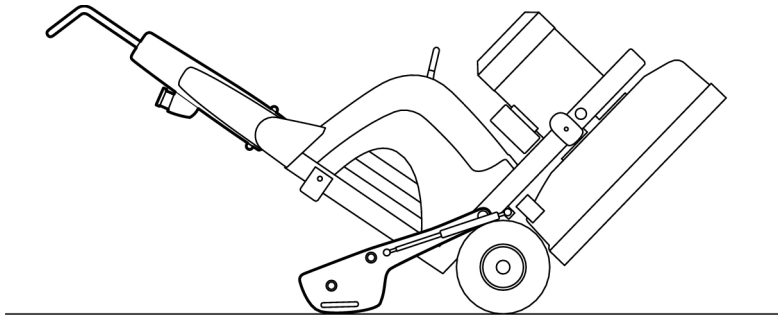

Figura 4-10. Ripiegamento all'indietro
3. Ribaltare la macchina all'indietro con cautela finché i pesi non toccano il pavimento, vedere Figura 4-10, pagina 23.